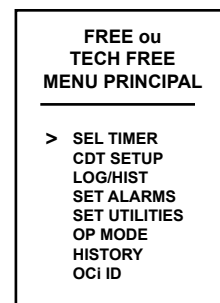

Fig. 117 - MENU PRINCIPAL (exemple d'écran)
**MENU PRINCIPAL FREE ET TECH FREE** (Fig. 117)